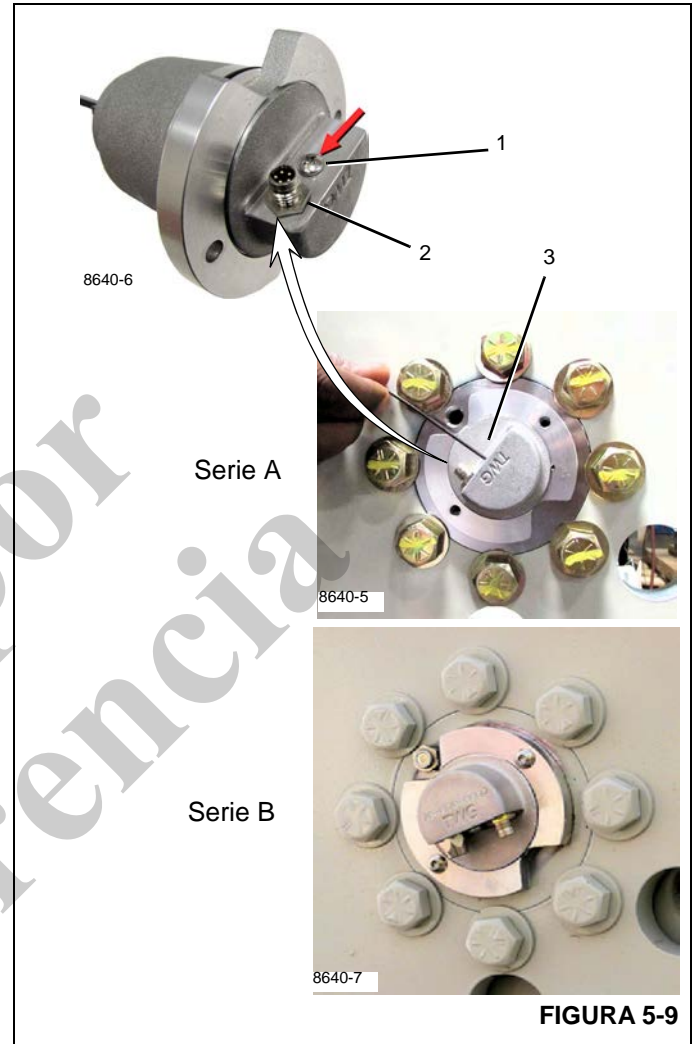

FIGURA 5-9
2. Corte la alimentación del indicador de tercera vuelta de cable mediante la desconexión del cable del DRI (2, Figura 5-9).
3. Retire el tornillo de la cubierta del botón de programación del Sistema de monitoreo del malacate (HMS) (1, Figura 5-9) en el DRI.
4. Presione y mantenga presionado suavemente el botón de programación (3, Figura 5-9) y retorne la alimentación al indicador de tercera vuelta de cable; para ello, vuelva a conectar el cable del DRI.
NOTA: Mantener presionado el botón durante más de 15 segundos pone el HMS en modo de envío en las unidades de la serie A. (Vea la Figura 5-9) Vea Modo de envío para obtener información adicional.
NOTA: Si no se vuelve a instalar el tornillo de programación (1, Figura 5-9), el funcionamiento del indicador de tercera vuelta de cable podría verse afectado.
3. Retire el tornillo de la cubierta del botón de programación (1, Figura 5-9).